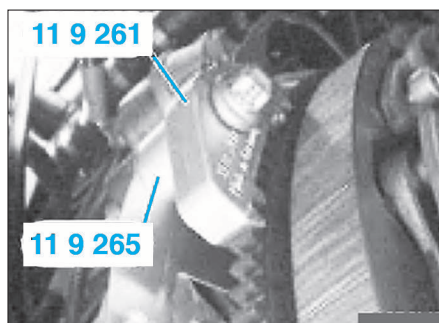

FIG. 2
• Bloquer le volant moteur avec les outils 11 9 261 et 11 9 265 (Fig.2).